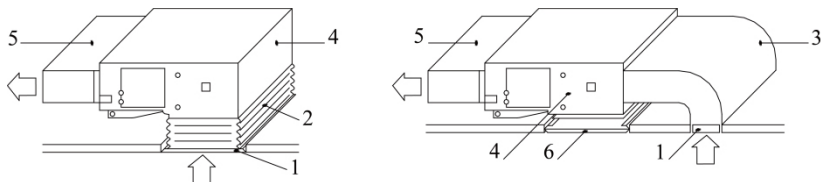

Fig. 12
e. Il est possible de choisir la méthode d'installation en tenant compte de l'état du bâtiment, de l'entretien, etc., comme indiqué dans la Fig. 12.